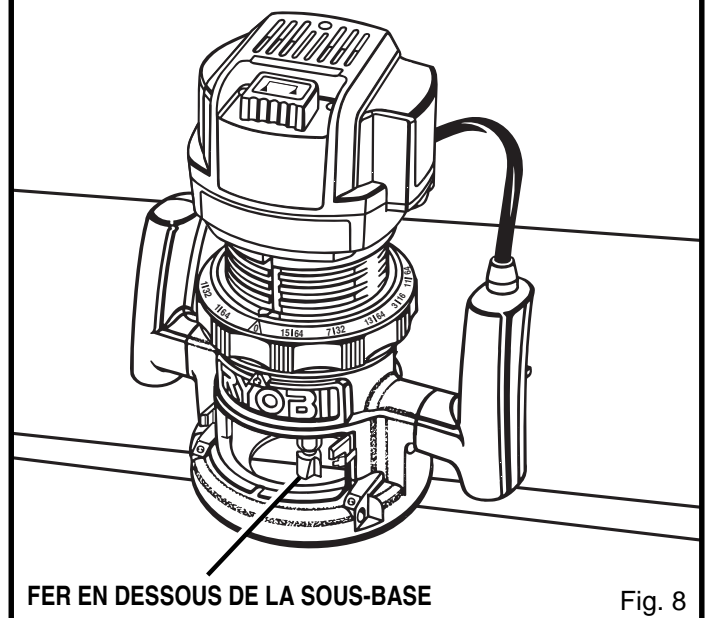

Fig. 8
- Positionnez votre toupie de manière que le fer puisse dépasser de la sous-base de la profondeur de coupe désirée. *Voir figure 8.*